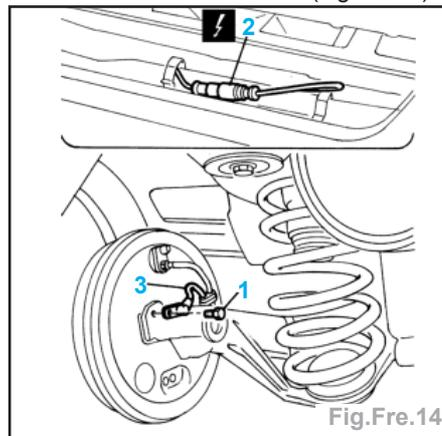

Fig.Fre.14
- Dévisser la vis (1) de fixation des capteurs D et G de tours de roue AR (Fig.Fre.14).